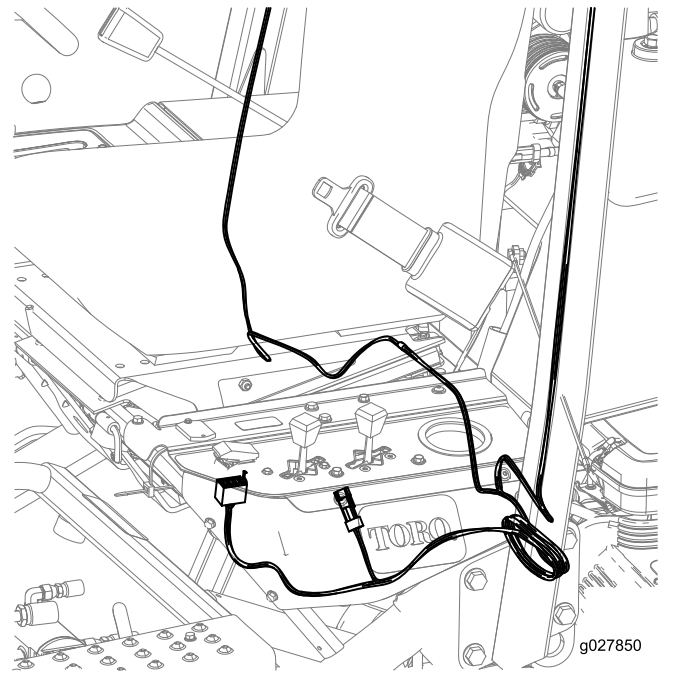
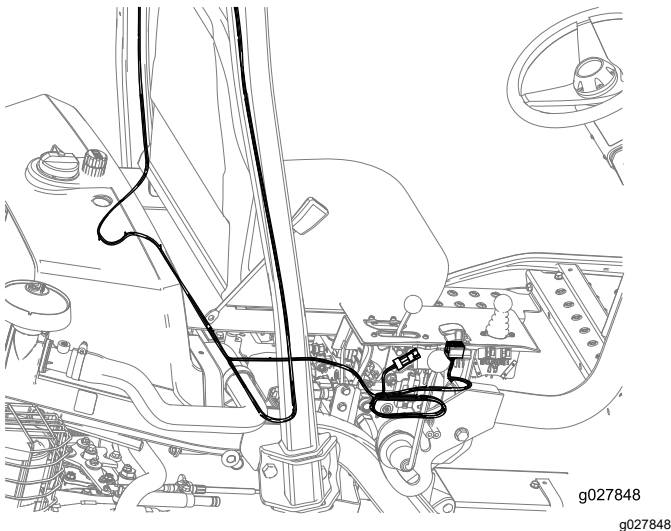
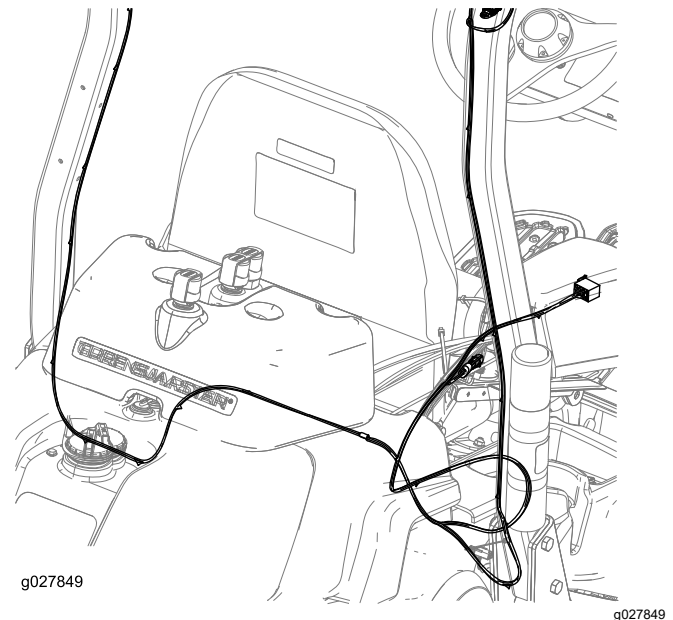

Figura 4
Figura 3
Figura 5
1. Posate il cablaggio preassemblato, lungo il ROPS e sotto il sedile, come illustrato in Figura 3, Figura 4 o Figura 5.